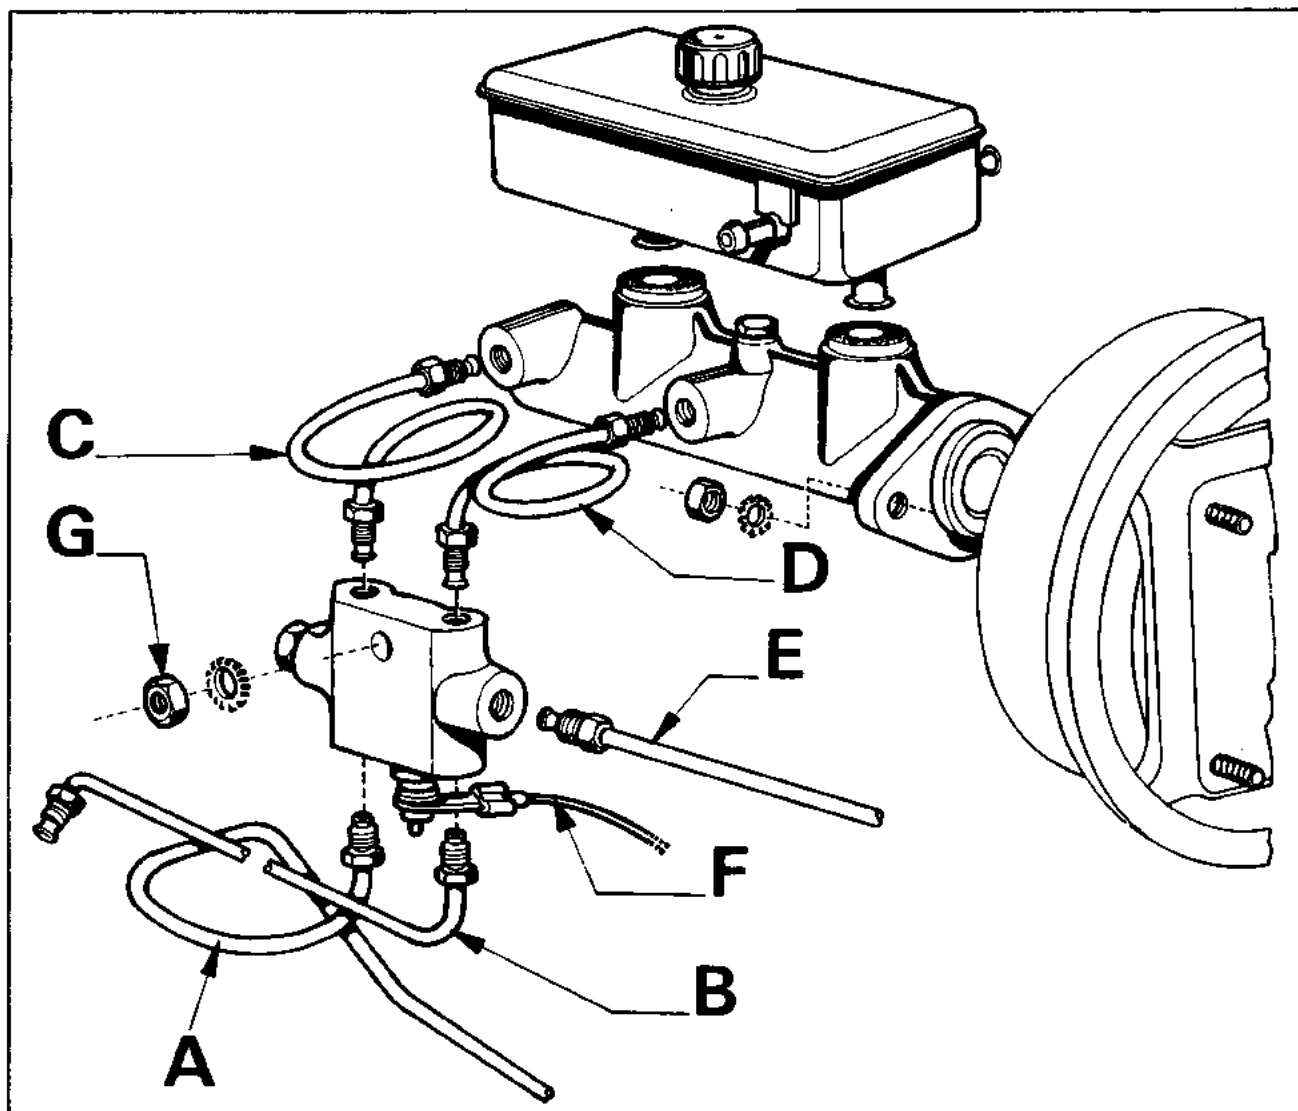

Fig.14
- Maak de 5 aansluitleidingen (A, B, C, D en E) (fig.14) op de remlekkageverklikker los.
- Maak de voedingsdraad (F) van het remlekkageverklikkerlicht los.
- Verwijder de moer (G) waarmee de remlekkageverklikker op de carrosserie is bevestigd.